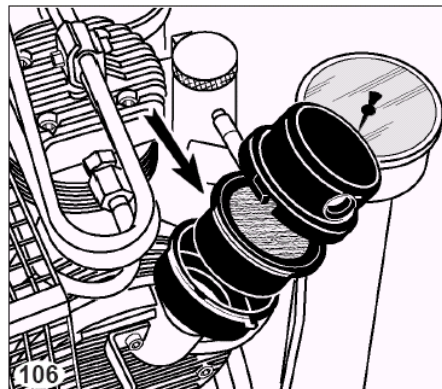

Рис. 30.
2. Извлечь отработанный фильтрующий картридж и заменить его новым (рис. 30).